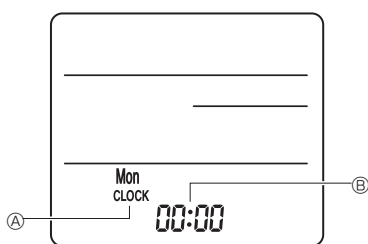

Fig. 6-8
3) Ustawienia (ustawianie zegara) (Fig. 6-8)